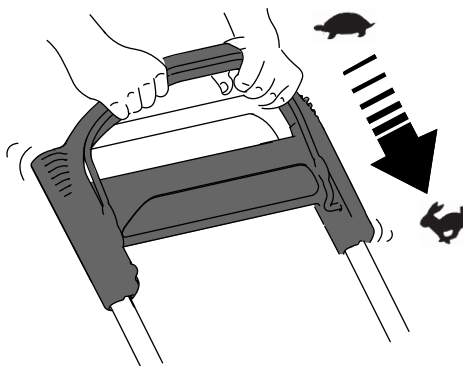

Figur 12
2. Sätt i den elektriska startknappen i den elektriska startkontakten (A i Figur 12).
3. Kläm ihop knivstyrstängens och håll den mot handtaget (B i Figur 12).
4. Tryck på den elektriska startknappen och håll den intryckt tills motorn startar (C i Figur 12).